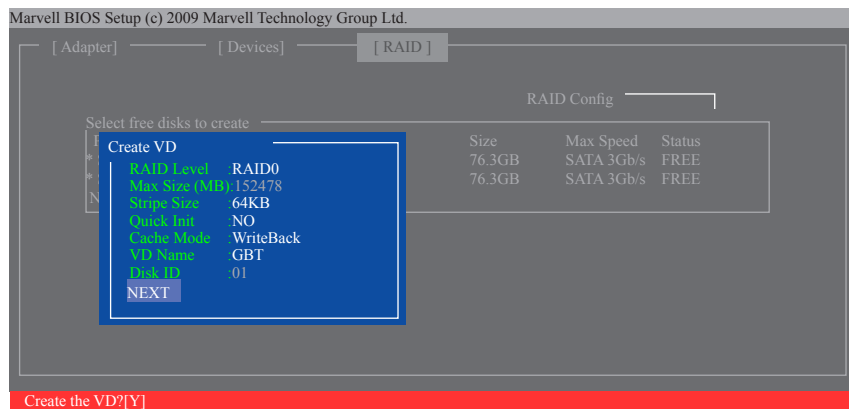

図 9
6. **NEXT:** 上の設定を完了した後、**NEXT** に移動して <Enter> を押しアレイの作成を開始します。確認を求められたら、<Y> を押して確認するか <N> を押してキャンセルします (図 9)。